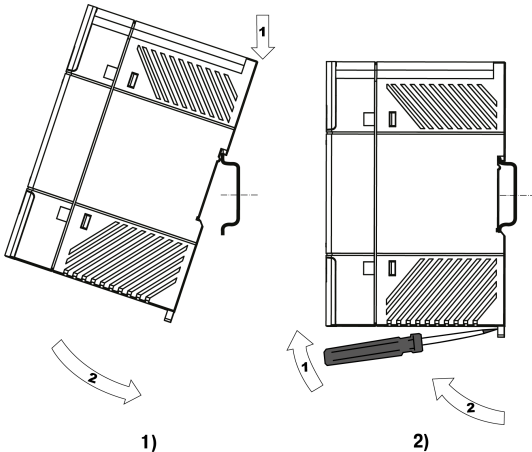

Рисунок 4 – Монтаж (1) и демонтаж (2) прибора
- С усилием придавить прибор к DIN-рейке в направлении, показанном стрелкой, до фиксации защелки (см. *рисунок 4*).
Для демонтажа прибора следует (см. *рисунок 4*):